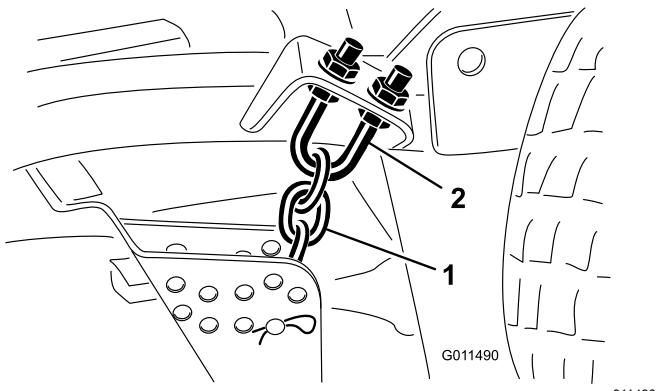

Figura 106
1. Afloje las contratuerzas en la parte superior o inferior del perno en U de la cadena de altura de corte (Figura 106).